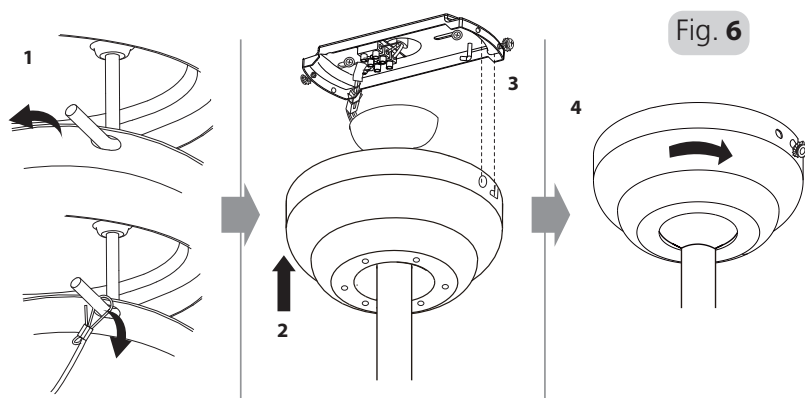

Fig. 8
5. Montieren Sie die Flügelblätter mit drei Schrauben, Federscheiben, Unterlegscheiben und Muttern an den Flügelhaltern. Vergewissern Sie sich, dass alle drei Schrauben an allen Flügeln angezogen sind. Alle Lüfterblätter sind reversibel. Siehe Abb. 8.
5. Assemble the blade holders to each blade with three screws, spring washers, flat washers and nuts. Ensure all three screws tighten each blade. All fan blades are reversible. Refer Fig. 8.
5. Montez les supports de pales sur chaque pale avec trois vis, rondelles élastiques, rondelles plates et écrous. Vérifiez que les trois vis fixent bien chacune des pales. Toutes les pales du ventilateur sont réversibles. Voir Figure 8.
5. Assemblare i supporti delle pale con ciascuna pala utilizzando tre viti, rondelle elastiche, rondelle piane e dadi. Assicurarsi che ogni pala venga fissata con tutte e tre le viti. Tutte le pale della ventola sono reversibili. Vedere fig. 8.
5. Monteer de bladhouders aan elk blad met behulp van drie schroeven, veerringen, platte tussenringen en moeren. Zorg ervoor dat elk blad door alle drie de schroeven op zijn plaats wordt gehouden. Alle ventilatorbladen zijn omkeerbaar. Zie Fig. 8.
5. Monte os suportes da pá em cada uma das pás com três parafusos, anilhas de mola, anilhas planas e porcas. Assegure-se que todos os três parafusos apertam cada uma das pás. Todas as pás do ventilador são reversíveis. Consulte Fig. 8.
5. Установите держатели лопастей в каждую из лопастей с помощью трех винтов, пружинных шайб, плоских шайб и гаек. Убедитесь, что каждая из лопастей затянута тремя винтами. Все лопасти вентилятора являются реверсивными. См. рис. 8.
5. Przymocować uchwyty łopatek do każdej z nich za pomocą trzech śrub, podkładek sprężystych, podkładek płaskich i nakrętek. Należy upewnić się, że każda z łopatek jest mocno przykręcona za pomocą wszystkich trzech śrub. Wszystkie łopatki wentylatora są odwracalne. Patrz rys. 8.